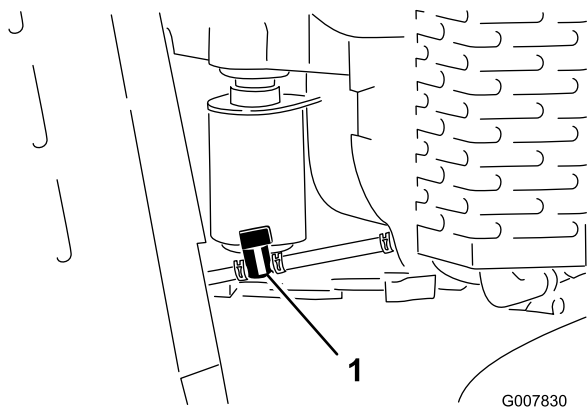

Figura 40
4. Ruotate la valvola di intercettazione del carburante in posizione chiusa (Figura 40).
5. Premete le estremità della fascetta stringitubo sul lato del motore della valvola di intercettazione e allontanatele dalla valvola facendole scorrere sul tubo di alimentazione (Figura 40).
6. Togliete i tubi del carburante dalla valvola (Figura 40). Aprite la valvola d'intercettazione del carburante e lasciate fuoriuscire la benzina in una tanica o bacinella di spurgo.
3. Ruotate la valvola di intercettazione del carburante in posizione chiusa (Figura 40).
7. Ruotate la valvola di intercettazione del carburante in posizione aperta (Figura 40).